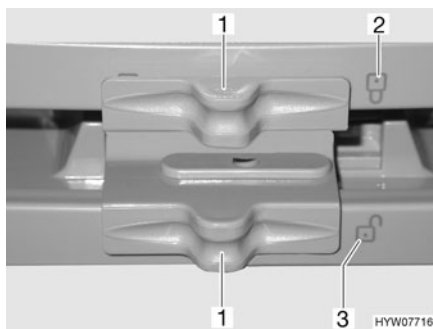

Fig. 199 Bloqueo de la puerta del frigorífico/puerta del compartimento congelador (Dometic de la serie 7 con compartimento congelador separado)
- Desplazar el bloqueo (Fig. 199,1) hacia un lado, de tal manera que sea visible el candado abierto "☞" (Fig. 199,3).
- Desplazar el bloqueo (Fig. 199,1) hacia un lado, de tal manera que sea visible el candado cerrado "☞" (Fig. 199,2).